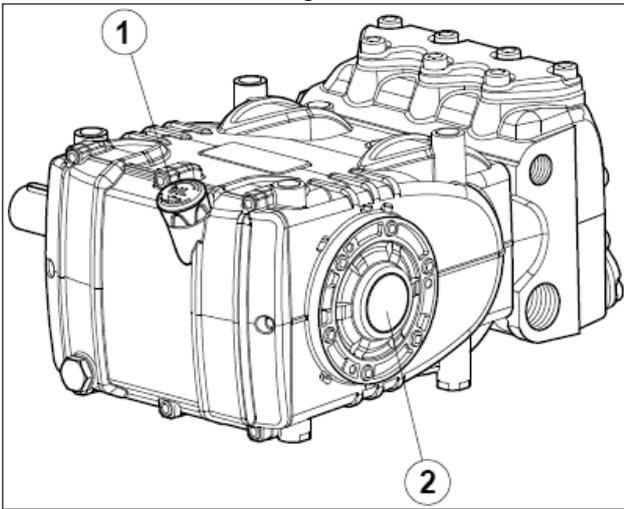

Abb. 15
5. Der Ölstand im Pumpengehäuse korrekt ist, u.z. über den entsprechenden Messstab (Pos. ① Abb. 15) und ausnahmsweise am Schauglas (Pos. ② Abb. 15).